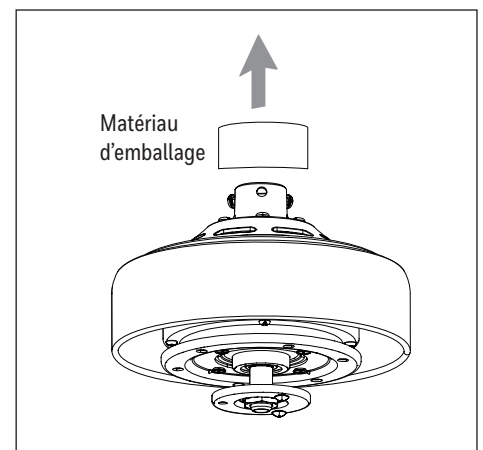

Figure 2.3
3. Retirez et jetez le matériau d'emballage orange du raccord de l'ensemble moteur (Figure 2.3).